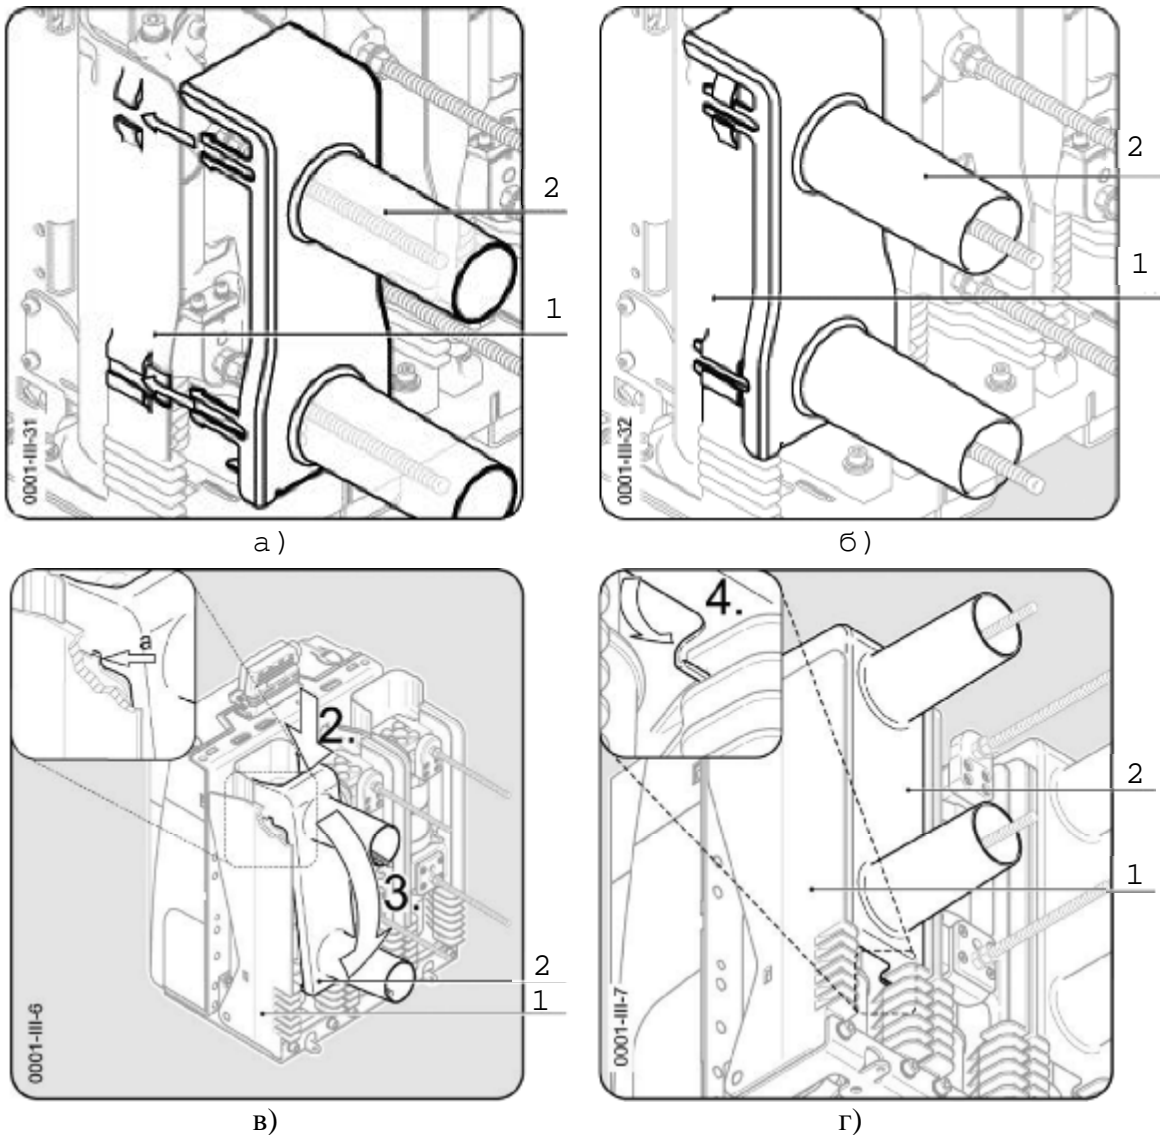

Рис. 34 – Изолирующие крышки полюсов:
При техническом обслуживании выключателя предусмотрена возможность демонтажа изолирующих крышек, закрывающих полюса выключателя со стороны контактных выводов главных цепей. Порядок установки - (см. Рис. 34).
- изолятор (рис. 34а, п.2) приставить к изолятору полюса (рис. 34а, п.1) и зафиксировать в направляющей;
- установить изолятор с небольшим наклоном сверху на выступ (стрелка **а** рис. 34в);
- прижимать изолятор снизу к изолятору полюса (рис. 34в) до тех пор, пока он не зафиксируется с характерным щелчком;
- проверить, полностью ли вошли в зацепление фиксаторы изолятора (рис. 34г) за изоляционными выступами. При необходимости зафиксировать вручную.